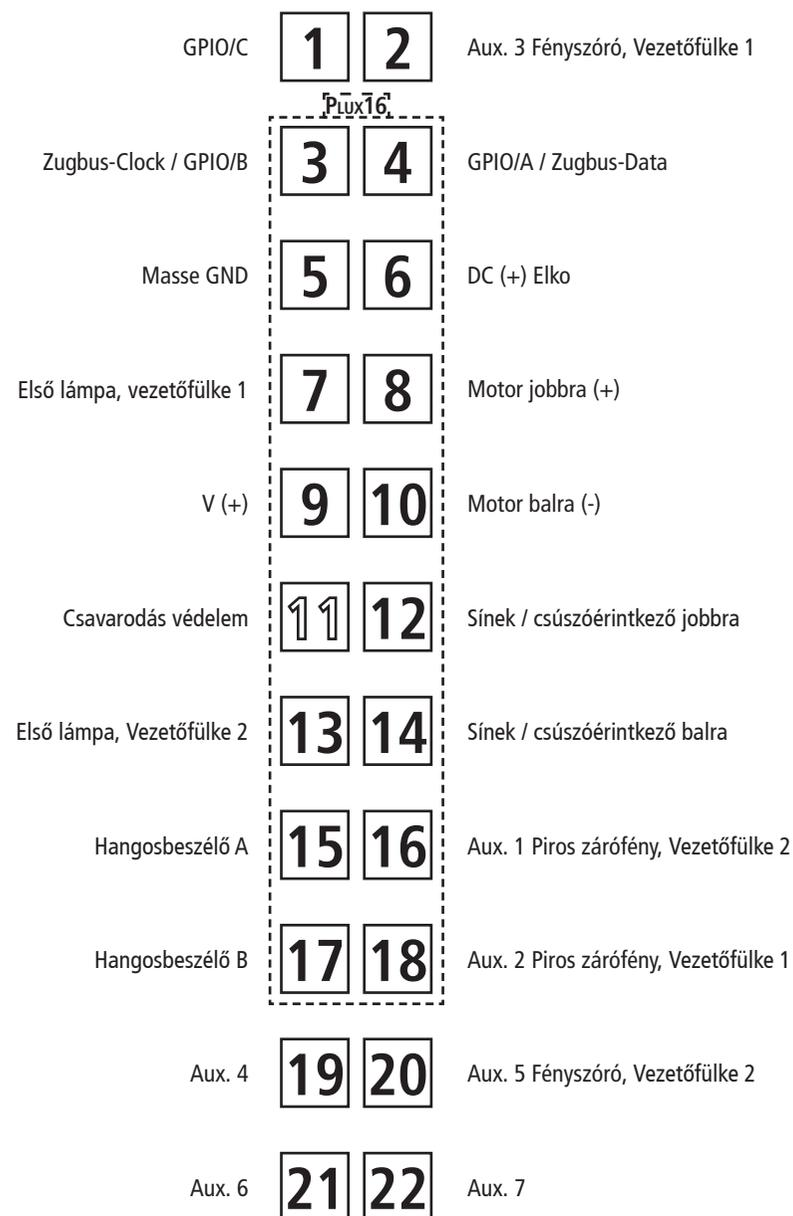
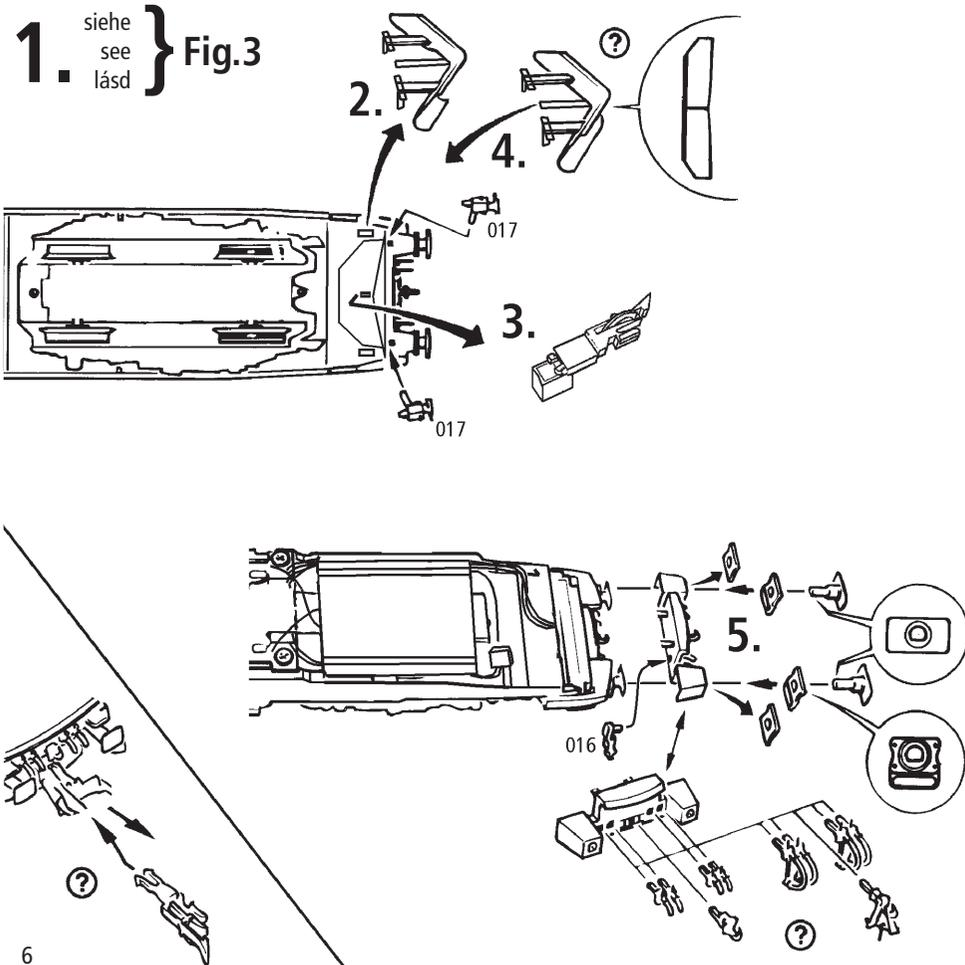

Fig. 5
Fig. 3
2. Schmierung: Versehen Sie die im Schmierplan in Fig. 8 gekennzeichneten Stellen mit nur **kleinen Öltropfen**. Dazu zuerst das Lokgehäuse abnehmen (Fig. 3). Wir empfehlen den **ROCO Öler Art.-Nr. 10906**. Fürs Schmieren der Getriebeteile (Zahnräder, Schnecke) empfehlen wir das **ROCO-Spezialfett Art.-Nr. 10905**. Im Falle der Schmierung diese Teile **nicht ölen**.
Mehrzugbetrieb: Zuerst Lokgehäuse abnehmen (Fig. 3). Danach den Brückenstecker aus der Schnittstelle entfernen (diesen sorgsam aufbewahren). Danach den Stecker des Steuerbausteins lagerichtig einsetzen (siehe Fig. 5).
4. Motorwechsel: Lokgehäuse abnehmen (Fig. 3). Danach wird der Motor ausgebaut (Fig. 6).
2. Lubrication: Apply **tiny oil drops** to spots marked in fig. 8. Prior to lubrication dismantle locomotive (fig. 3). We recommend using item no. **10906, Roco oiler**. For lubrication the gearparts (e.g. cogwheels, worm) we should recommend our Roco **special grease** (item no. **10905**).
Remove the jumper from the interface. Finally put the plug of the chip into the interface as shown in fig. 5.
4. Motor Changing: First remove loco body (fig. 3), and then the motor (fig. 6).
lásd } Fig.3